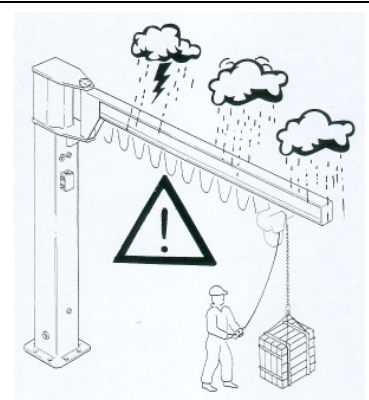

Fig.75
- **Ne jamais** utiliser la potence en conditions environnementales inattendues ou, si installé à l'extérieur, en présence de conditions hostiles, dangereuses ou indésirable (vents forts, pluie, etc.). (fig. 75).